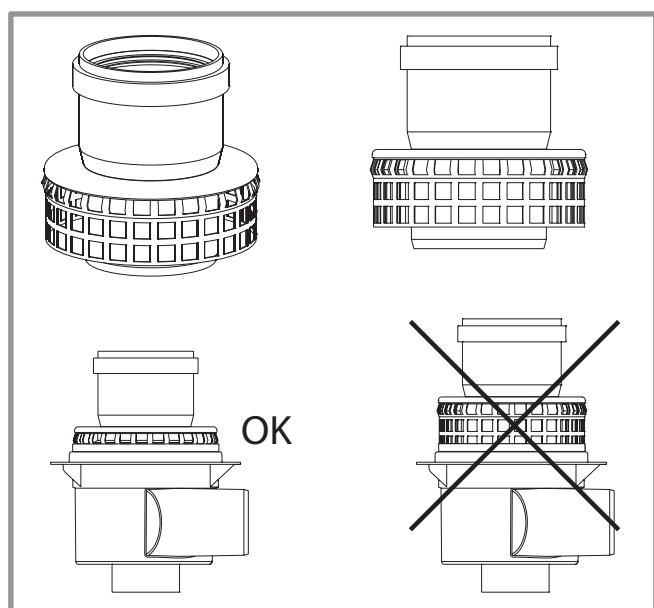

figure 15 - Montage de l'adaptateur cheminée 073295 (B23, B23P)
Rappel : Il est obligatoire d'utiliser l'adaptateur cheminée fourni (073 295) (figure 15).
- Respecter les longueurs maxi autorisées (figure 15).